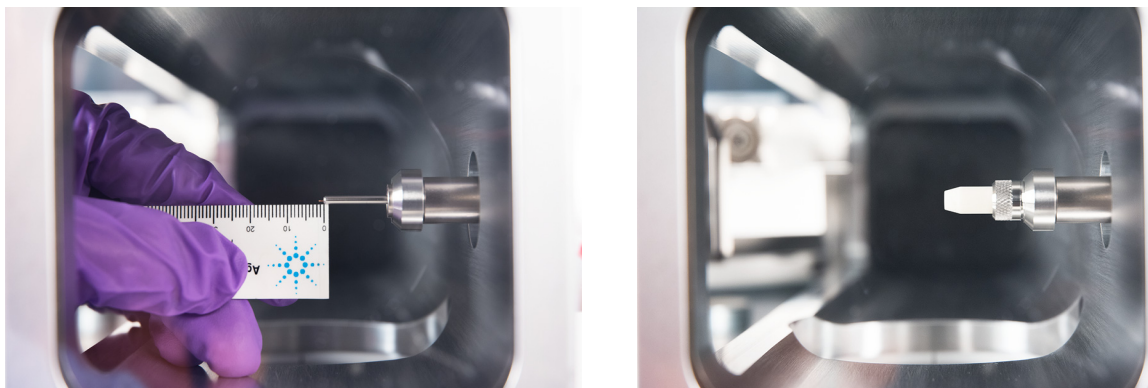

Figura 5 Instalación de una columna capilar en la interfase de GC/MS para una fuente de EI
- Sello de la punta de la interfase común (G3870-20542) para usar con las fuentes de CI e Inerte+ EI cuando se instala una línea de transferencia de CI (consulte Figura 5)
Para la instalación de una fuente de EI (Figura 5), la columna sobresale de 1 a 3 mm.
- 12 Instale la punta del aislamiento en el extremo de la interfase de GC/MS. Para la interfase de GC/MS de IC y la interfase de GC/MS de EI con una fuente extractora de EI (**Figura 5**), instale el resorte del sello de la punta, luego alinee e inserte con suavidad la punta con tuerca estriada sobre el extremo de la columna y atornille la tuerca estriada al extremo de la interfase. Para la interfase de GC/MS de EI con una fuente de EI estándar o inerte, no es necesario utilizar un sello de punta.
- 3 Retire la punta del aislamiento del extremo de la interfase de GC/MS. Para la interfase de GC/MS de CI (Figura 5 en la página 45), quite la punta y su resorte del extremo de la interfase. Para la interfase de GC/MS de EI, destornille el sello de punta del soporte y retírelo (Figura 5 en la página 45).
Para la instalación de una fuente de EI (Figura 5), la columna sobresale de 1 a 3 mm
- 13 Instale la punta del aislamiento en el extremo de la interfase de GC/MS. Para la interfase de GC/MS de IC y la interfase de GC/MS de EI con una fuente extractora de EI (Figura 5), instale el resorte del sello de la punta, luego alinee e inserte con suavidad la punta con tuerca estriada sobre el extremo de la columna y atornille la tuerca estriada al extremo de la interfase. Para la interfase de GC/MS de EI con una fuente de EI estándar o inerte, no es necesario utilizar un sello de punta.